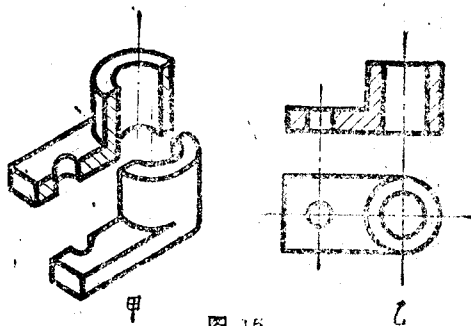

图 16
1. 全剖视图 当把另件从它的中心地方切成两半（见图16甲），这时画出来的图形，就叫全剖视图，如图16乙的主视图。